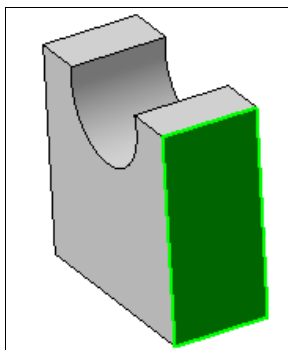
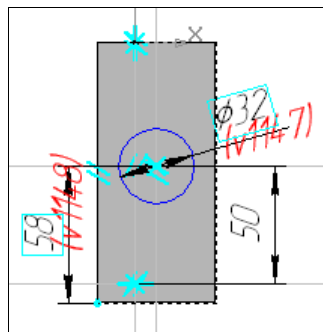

Рис. 18.17. Выделенная боковая грань
Рис. 18.18. Эскиз отверстия диаметром 32
- ♦ выделите ЛК узкую грань, как на рис. 18.17. Войдите в режим Эскиз. При этом модель поворачивается на  $180^\circ$ , поэтому размеры в эскизе вы задаете от нижней стороны прямоугольника. Создайте эскиз отверстия диаметром 32 на этой грани (рис. 18.18). Размер 50 задайте от оси построенного отверстия. Для наглядности модель на рисунке развернута;